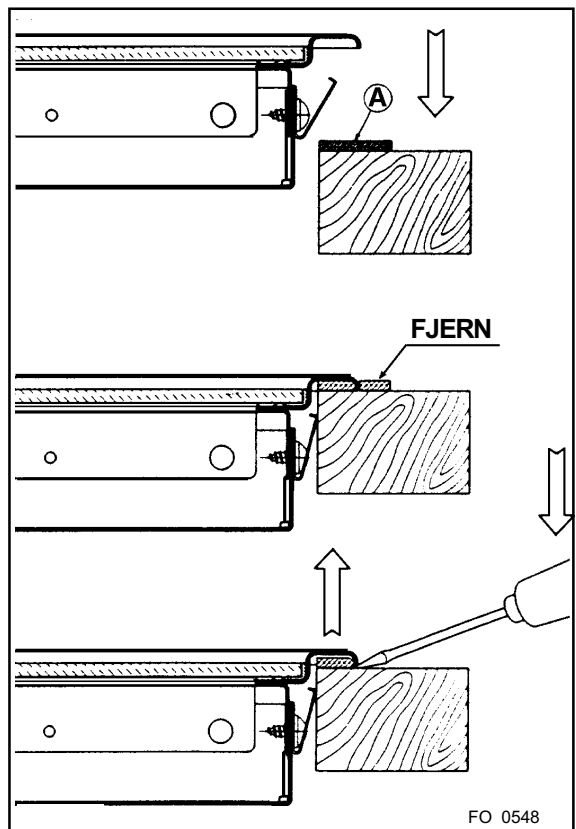

Fig. 4
1. Plasser pakningen (**fig. 4 - "A"**) hele veien rundt kanten langs utsnittet.